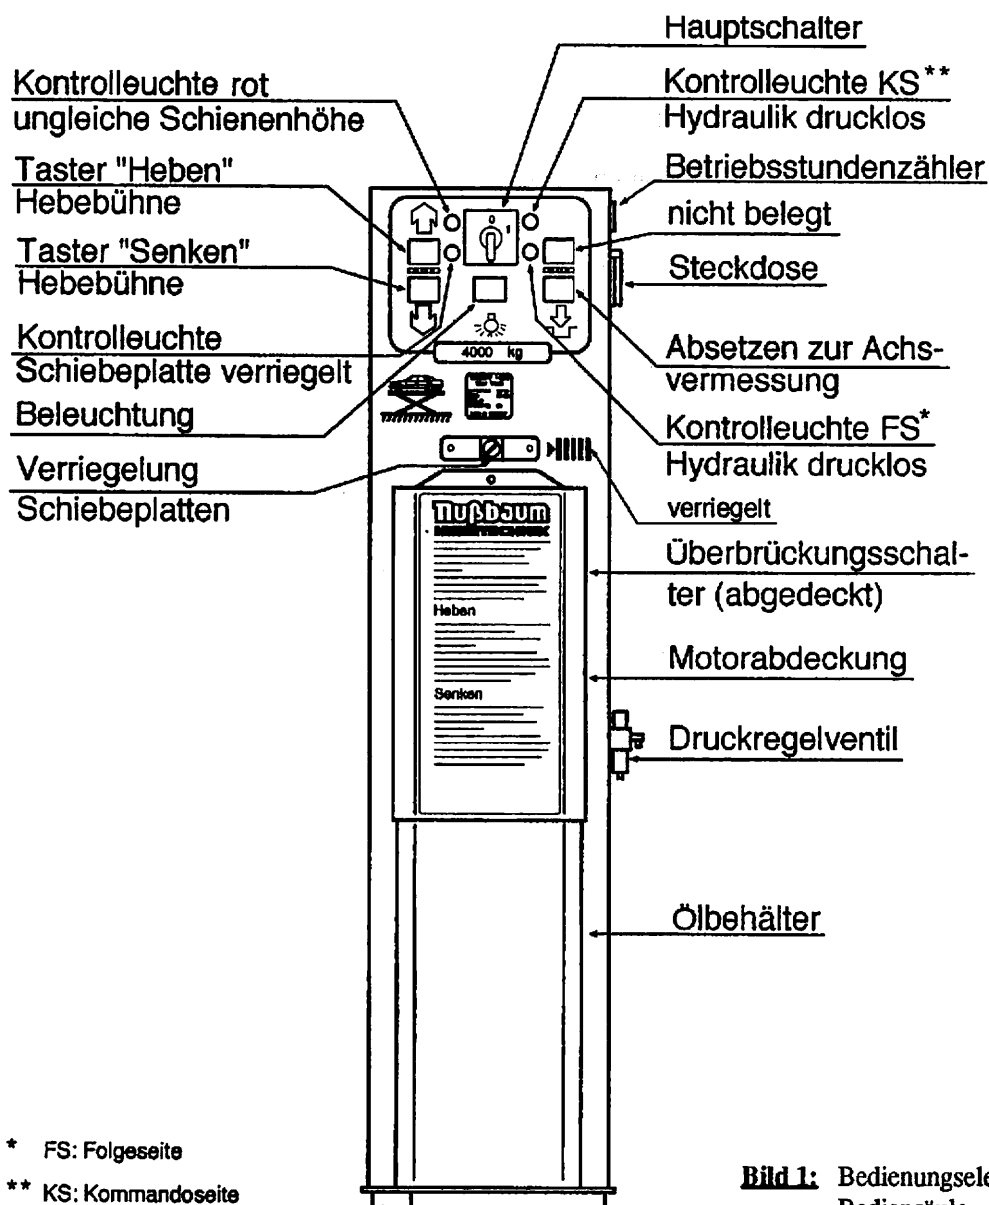
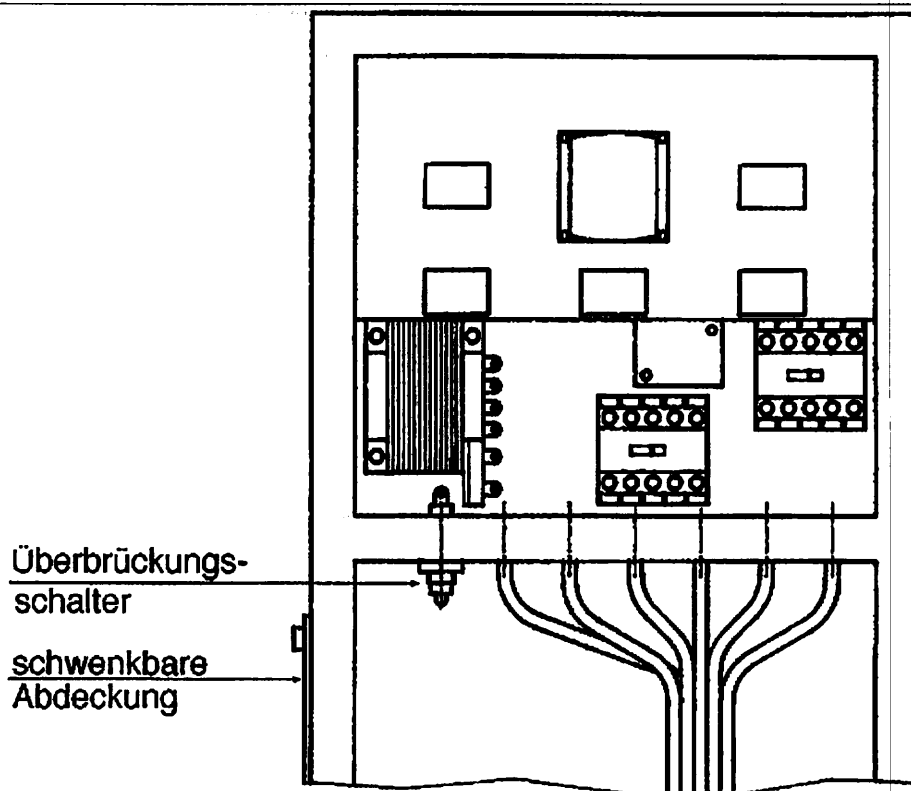

Bild 1: Bedienelemente der Bediensäule
Bild 2: Lage des Überbrückungsschalters
Die Bedienelemente der Bediensäule sind in **Bild 1** angegeben.
Um eine Achsvermessung durchzuführen muß die Hebebühne in die Klinke abgesetzt werden. Während die Hebebühne befahren wird sind die Schiebeplatten verrigelt. Die Schiebeplatten werden nur zur Achsvermessung entriegelt und nach Beendigung des Meßvorganges wieder verrigelt. (Siehe Bild 1 "Verrigelung der Schiebeplatten")
- Betätigen des Überbrückungsschalters, der durch die Öffnung hinter der schwenkbaren Abdeckung seitlich am Bedienaggregat erreicht werden kann (siehe Bild 1 und Bild 2)
- Betätigen des Überbrückungsschalters, der durch die Öffnung hinter der schwenkbaren Abdeckung seitlich am Bedienaggregat erreicht werden kann (Siehe Bild 1 und Bild 2)
- Motorabdeckung durch Öffnen der drei Befestigungsschrauben abnehmen (siehe Bild 1).
- Abdeckung (am Bodenlager, Festlager) am Folgezylinder abnehmen. (Falls diese Abdeckung nicht zugänglich ist, kann die Hebebühne durch gleichzeitiges Betätigen des Tasters "Heben" Hebebühne und des Überbrückungsschalters, der durch die Öffnung hinter der schwenkbaren Abdeckung seitlich am Bedienaggregat, wie in Bild 2 gezeigt, erreicht werden kann, angehoben werden)